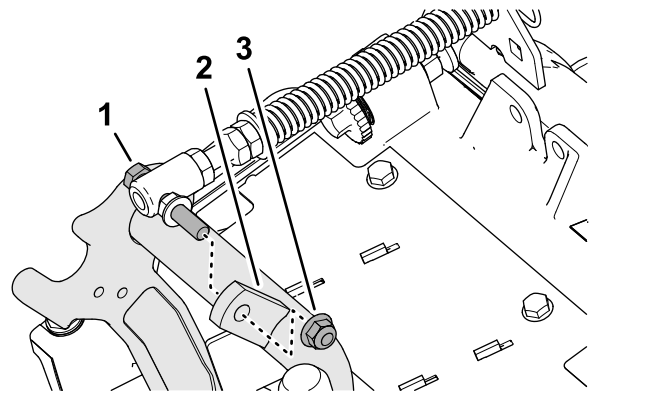

Figure 8
3. Retirez le contre-écrou à embase ($\frac{3}{8}$ po) qui fixe la vis du ressort de compensation sur la patte droite du bâti porteur, et retirez le ressort de compensation de l'unité de coupe (Figure 8).